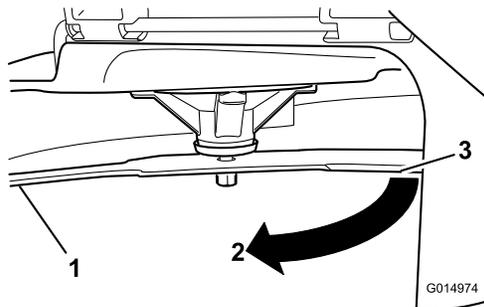

Figura 72
3. Segunda distancia medida entre cuchilla y superficie (B)
4. Gire la misma cuchilla 180 grados de manera que el otro extremo esté en la misma posición (Figura 72).